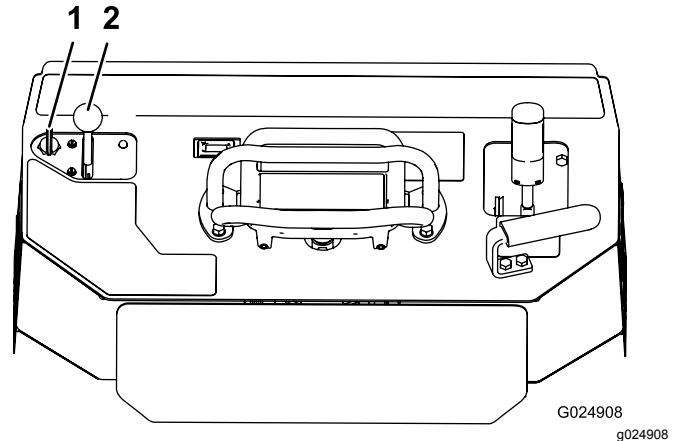

Figura 18
1. Portate la leva dell'acceleratore al centro tra le posizioni di MINIMA e MASSIMA (Figura 18).
2. Ruotate la chiave in posizione di ACCENSIONE (Figura 18). Rilasciate la chiave quando il motore si avvia.
3. Spostate la leva dell'acceleratore nella posizione desiderata (Figura 18).
2. Spostate la leva dell'acceleratore in posizione di MINIMA (Figura 18).